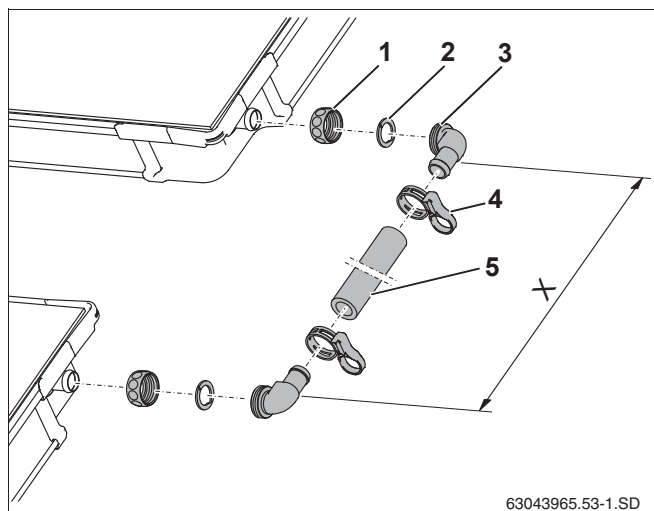

Рис. 41 Комплект для соединения двух рядов коллекторов
- ▶ Наденьте накидные гайки (рис. 41, поз. 1) на штуцеры коллектора.
- ▶ Уложите зажимную шайбу (рис. 41, поз. 2) за выступ штуцера коллектора и нажать на нее.
- ▶ Наденьте на штуцер угловой наконечник с кольцом (рис. 41, поз. 3), надавив на него, выровняйте и затяните накидной гайкой.
- ▶ Измерьте расстояние между угловыми наконечниками (размер X) при смонтированных коллекторах и соответственно обрежьте шланг (рис. 41, поз. 5).
- ▶ Наденьте шланг на угловые наконечники и зажмите пружинными хомутами (рис. 41, поз. 4).